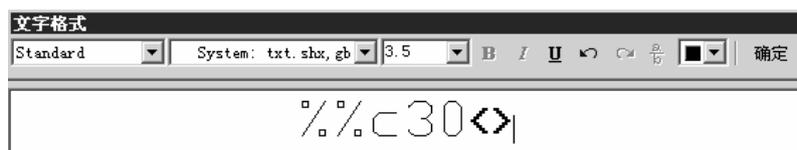

图 2-74 使用多行文字编辑器修改添加文字
- 多行文字 (M)：输入 M，可打开“多行文字编辑器”对话框。其中，尖括号“<>”表示在标注输出时显示系统自动测量生成的标注文字，用户可以将其删除再输入新的文字，也可以在尖括号前后输入其他内容，如图 2-74 所示。通常情况下，当需要在标注尺寸中添加其他文字或符号时，需要选择此选项，如在尺寸前加 ϕ 等。